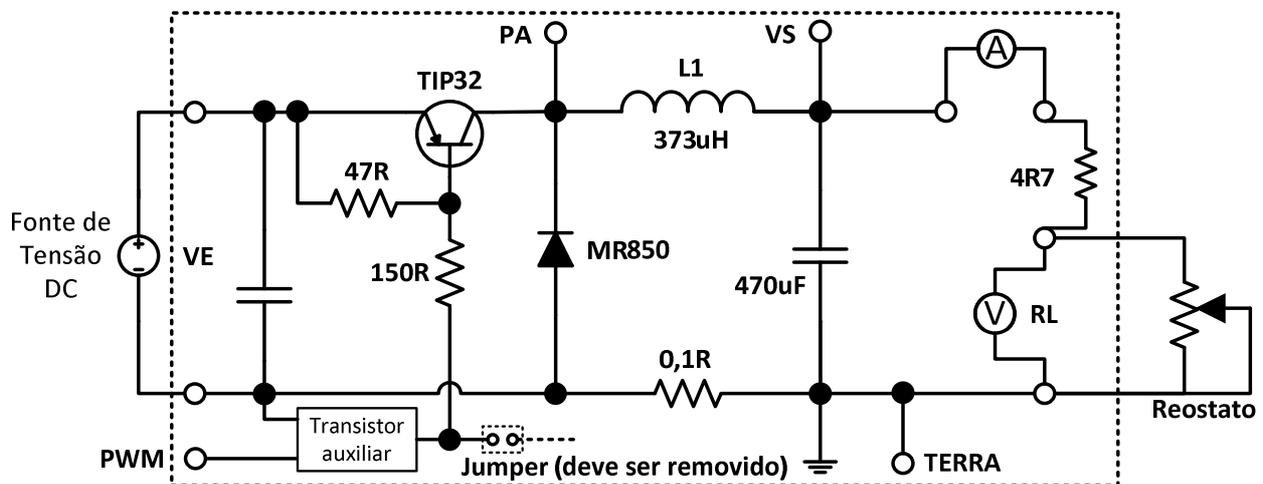
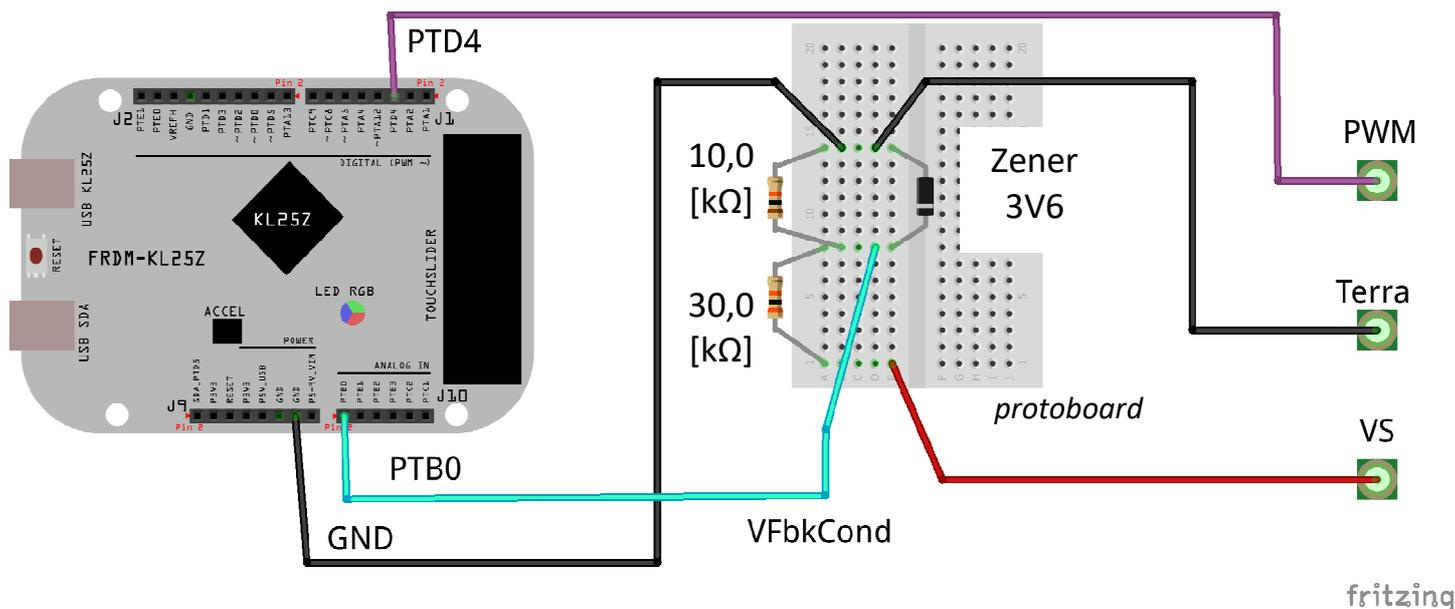

Fig. 1 - Placa "Fonte chaveada" ou placa de potência, preparada com dispositivos externos auxiliares para a realização do experimento.
Fig. 2 – Sistema com KIT FRDM-KL25Z e *protoboard*.
2. Usando os cabos banana-banana ou banana-jacaré, prepare a placa da “Fonte chaveada” conectando os diversos dispositivos externos, como a fonte de tensão DC, o reostato de carga e o voltímetro ‘V’, como mostrado na Fig. 1. Inicialmente, substitua o amperímetro ‘A’ por um curto-circuito usando um cabo banana-banana. Verifique se o Jumper presente na placa está removido ou colocado em uma posição onde seus terminais permanecem desconectados. **Atenção: Certifique-se que a fonte de tensão DC está DESLIGADA antes de conectá-la à placa da “Fonte chaveada”.**
11. Prepare a placa do kit FRDM-KL25Z e a *protoboard* como mostrado na Fig. 2.
15. **Mostre ao professor os resultados obtidos até agora. Somente prossiga aos demais itens após a conferência pelo professor das medições em curso e das ligações efetuadas nas placas da Fig. 2.**
b. Interligue os pontos TERRA das placas mostradas na Fig. 1 e Fig. 2.
c. Interligue os pontos VS das placas mostradas na Fig. 1 e Fig. 2.
d. Interligue os pontos PWM das placas mostradas na Fig. 1 e Fig. 2.